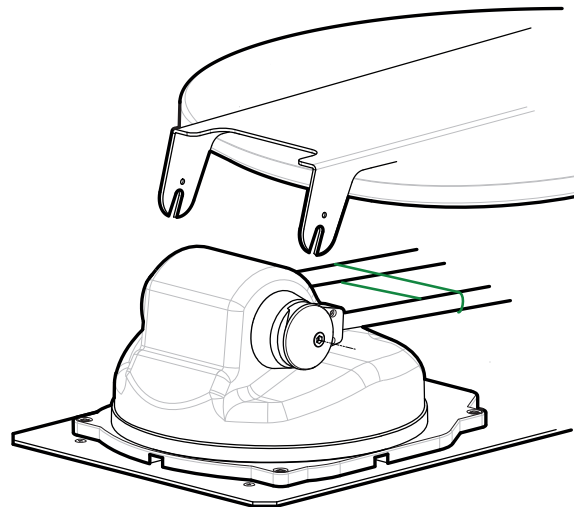

Abb. 12
Setzen Sie die Parabolspiegel-Baugruppe ① an ihren dafür vorgesehenen Platz ein. Bringen Sie die Sperr-Ringbeschläge durch leichtes Drehen zurück in ihre Position, so dass sie perfekt an die Motorgruppe passen ② (Abb. 12).